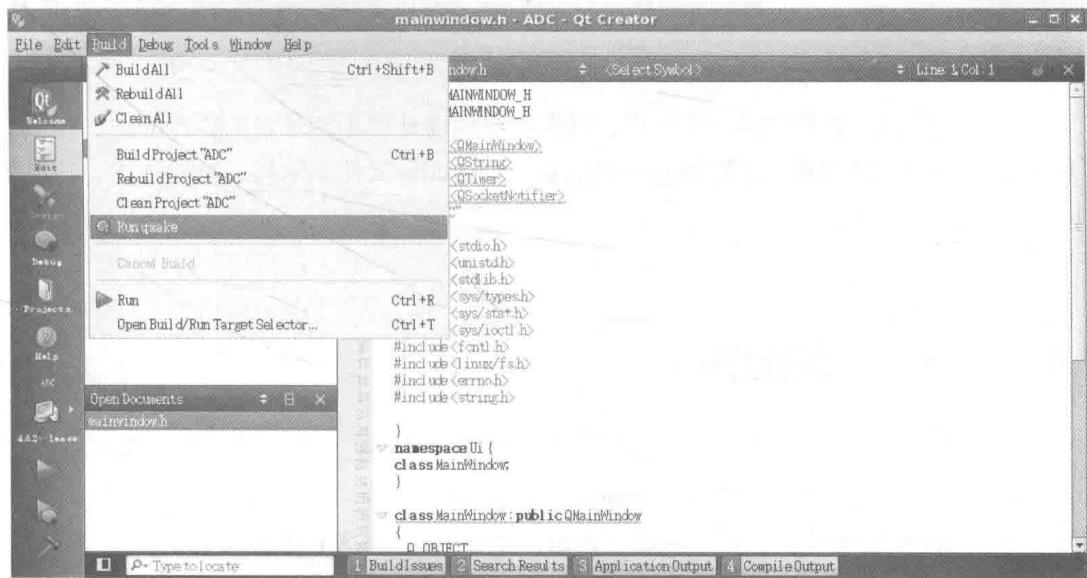

图 9-10 生成 makefile 文件
(11) 在工程管理界面，选择“Build”菜单，然后单击“Runqmake”生成 Makefile 文件，如图 9-10 所示。